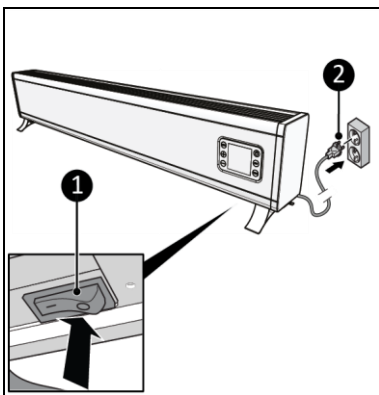

Figura 13
2. Asigurați-vă că comutatorul PORNIT/OPRIT se află în poziția OPRIT (Figura 13, poz. 1).
3. Introduceți ștecherul (Figura 13, poz. 2) într-o priză cu împământare, care este ușor accesibilă. Utilizați o priză de perete cu împământare, cu puterea minimă de 1000-1500-200-2500 W.